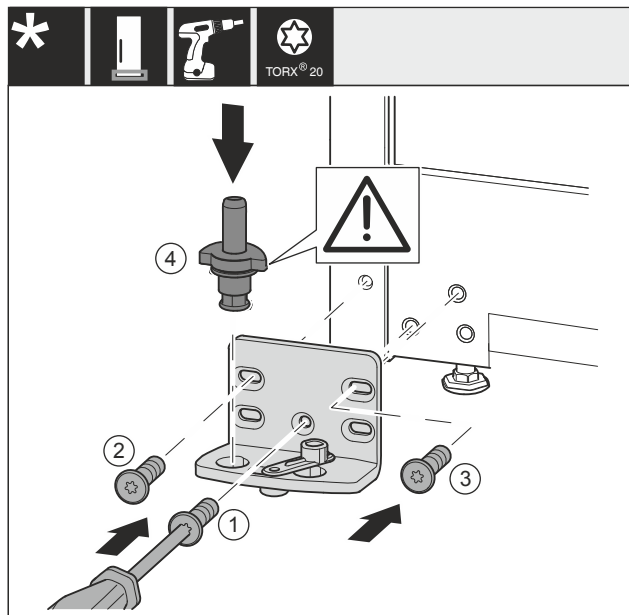

Fig. 24
- Postavite podložak ležaja na drugu stranu i pritegnite ga odvijačem. Započnite s Fig. 24 (1) dolje u sredini.
- Pritegnite vijak Fig. 24 (2) i Fig. 24 (3).
- Potpuno umetnite podložak ležaja Fig. 24 (4). Pritom se pobrinite za to da je uskočna izbočina okrenuto prema natrag.